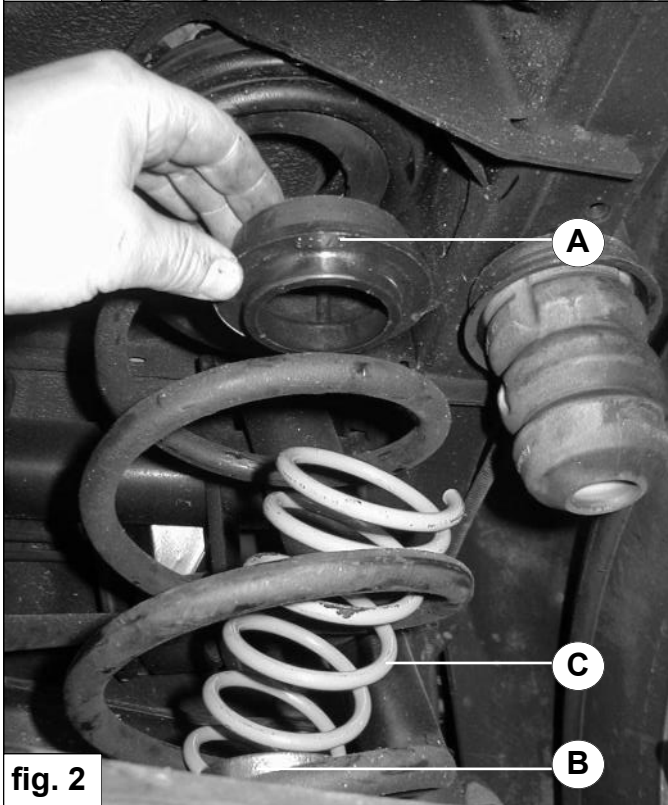

fig. 2
4. Plaats de kunststof veerschotel **A** boven op hulpveer **C**. Zie fig. 2.
5. Breng de hulpveer **C** met veerschotel **A** met een kantelbeweging in de hoofdveer en draai de hulpveer helemaal in de hoofdveer. Zie fig. 2.
4. Place spring seat **A** on top of the auxiliary spring. See fig. 2.
5. Tilt auxiliary spring **C** with spring seat **A** in to the main spring and turn it until it is completely in the main spring. See fig. 2.
4. Montieren Sie den Federteller **A** oben auf der Hilfsfeder **C**. Sehe fig. 2.
5. Kippen Sie Hilfsfeder **C** mit dem Federteller **A** in die Hauptfeder und drehen Sie die Feder nach oben. Sehe fig. 2.
4. Placez les coupelles **A** côté supérieur sur le ressort auxiliaire **C**. Voir fig. 2.
5. Placez le ressort auxiliaire **C** dans le ressort principal à moyen d'un mouvement basculant et vissez-le entièrement dans le ressort principal. Voir fig. 2.